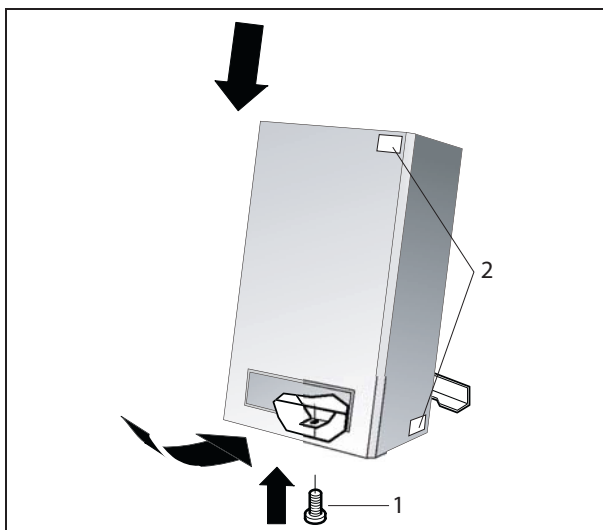

Fig. 38 Montaggio del mantello chiusura della vite di fissaggio
- Togliere il mantello (fig. 38).
- Rimontare la camera di ventilazione, il mantello e stringere la vite di fissaggio (fig. 38, pos. 1).
- Togliere la vite di fissaggio ed il mantello (fig. 38).